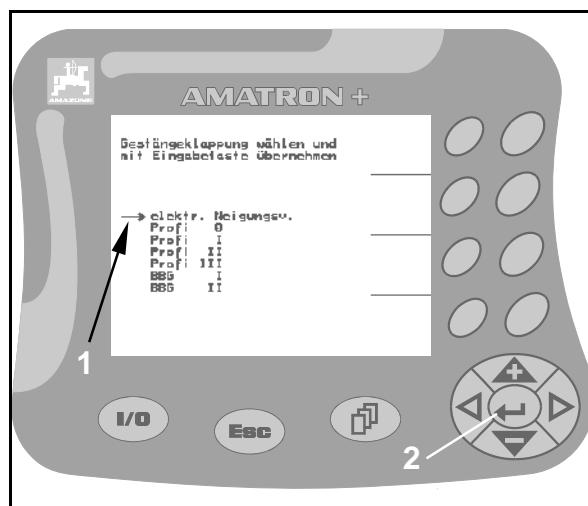

Рис. 16
1. Разместите стрелку выбора (Рис. 16/1) при помощи клавиши  или .
2. Нажмите клавишу  (Рис. 16/2), чтобы ввести выбранную опцию в **AMATRON+**.